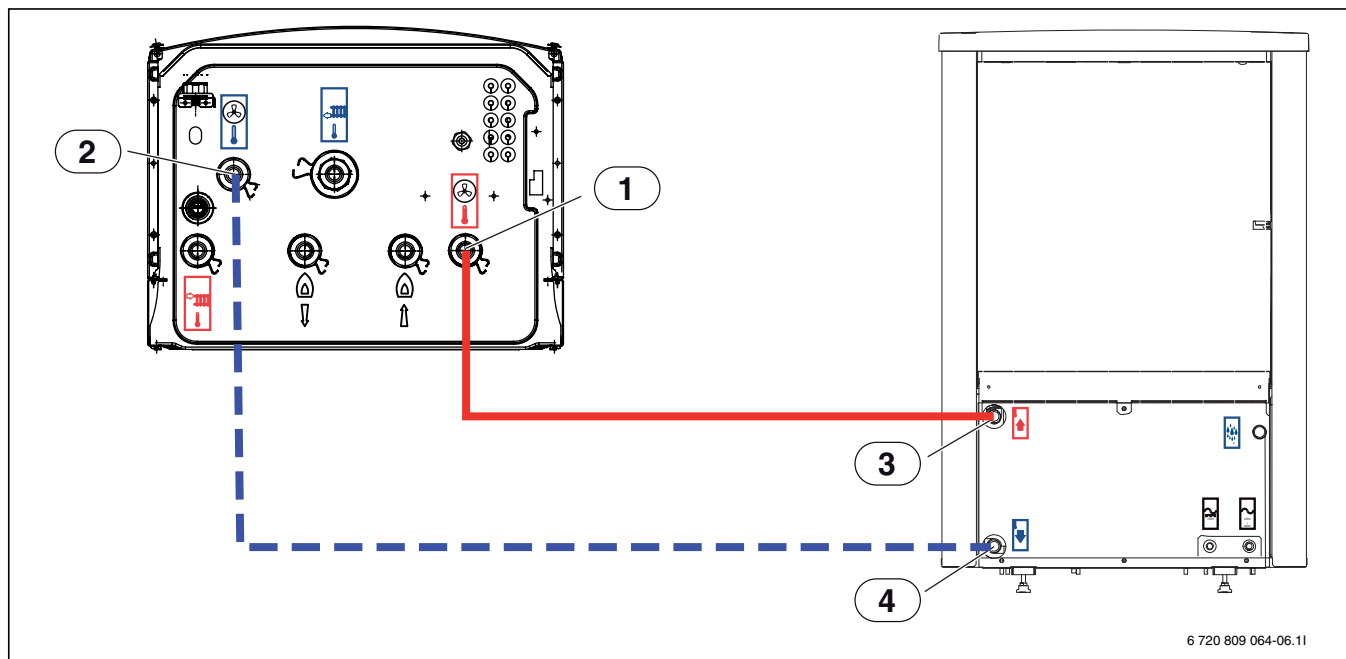

Bild 17 Anslutning av värmepumpsmodul med shunt för externt tillskott till värmepump
- ▶ Anslut framledningen från värmepumpen [3] 17 till värmebärare in [1] Bild 17.
- ▶ Anslut returledningen till värmepumpen [4] 17 till värmebärare ut [2] Bild 17.